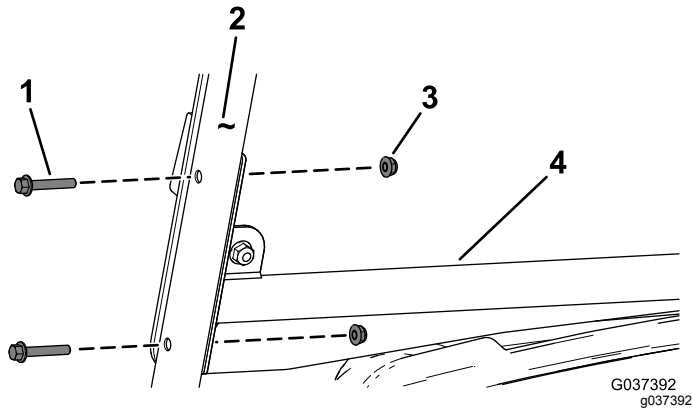

图2
1. 如图2所示用4个凸缘头螺丝 $\frac{1}{4} \times 1\frac{1}{2}$ 英寸和4个凸缘螺母 $\frac{1}{4}$ 英寸将风挡支撑固定到顶篷管上。